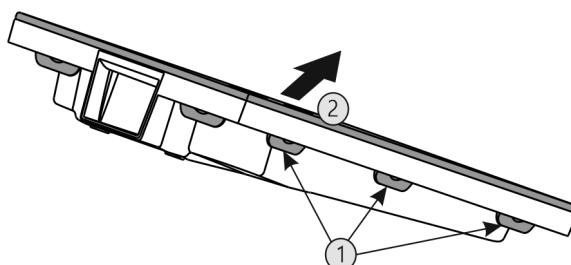

Fig. 39
- Натиснете всички езичета Fig. 39 (1) последователно и свалете капака Fig. 39 (2).